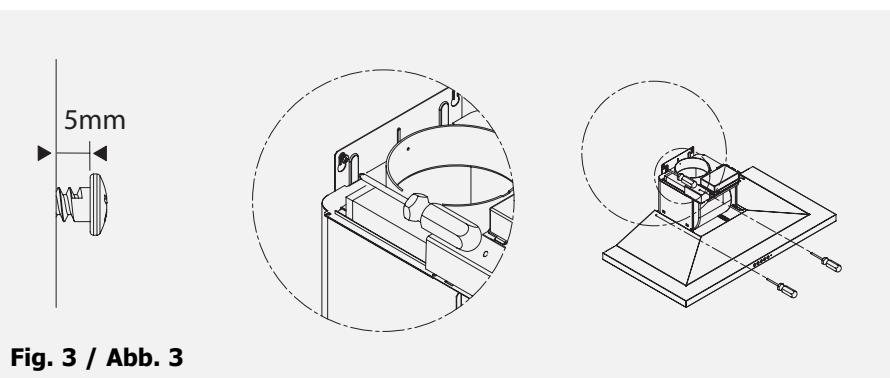

Fig. 3 / Abb. 3
- Fixe o exaustor por meio dos 2 parafusos (**Fig. 3**).